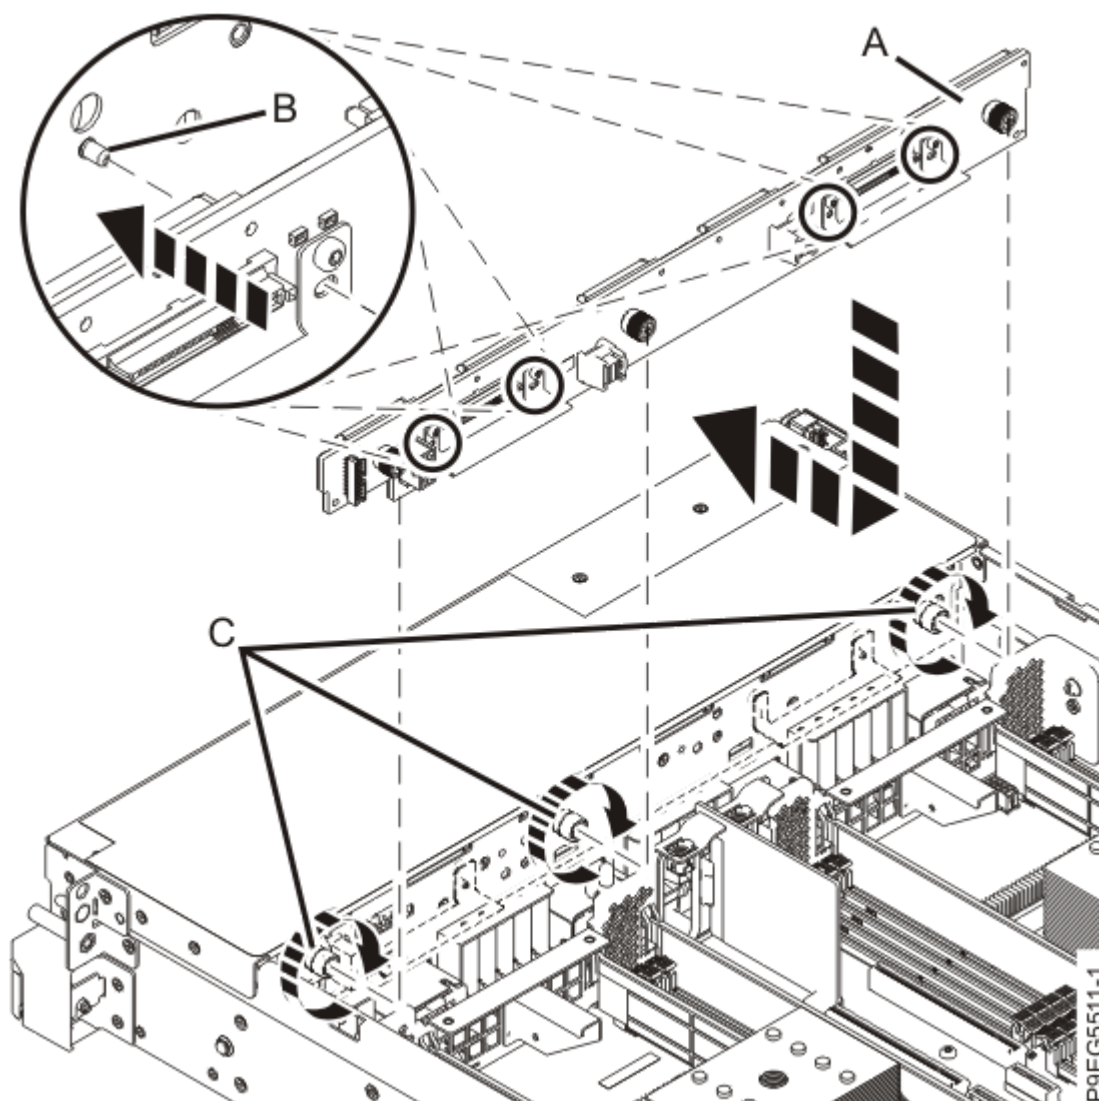

Figura 14. Sustitución de la placa posterior de la unidad de disco
2. El chasis tiene cuatro patillas de alineación **(B)** para fijar la placa posterior de la unidad de disco **(A)**. Inserte la placa posterior de la unidad de disco como se muestra en la Figura 14 en la página 17, asegurándose de que las patillas de alineación encajen en los orificios de la placa posterior de la unidad de disco.
3. Apriete con cuidado cada uno de los tres tornillos cautivos **(C)** para fijar la placa posterior de la unidad de disco al chasis del sistema, como se muestra en la Figura 14 en la página 17.